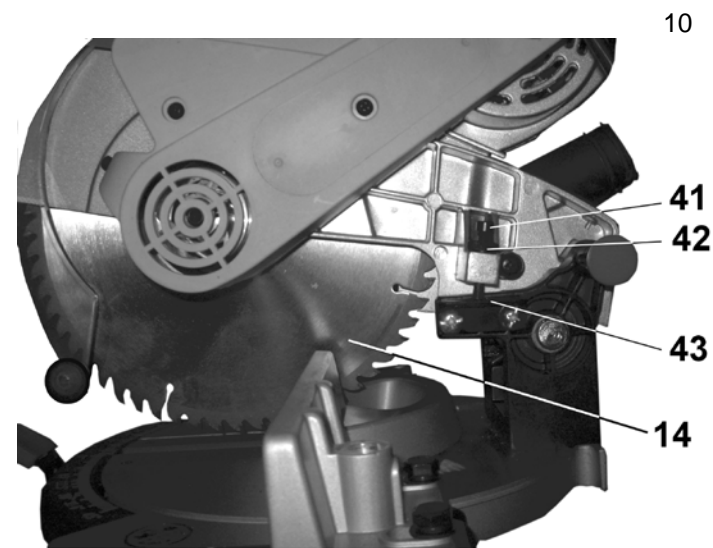

Рис.11
10.5. Регулировка нижнего положения пилы (Рис.11)